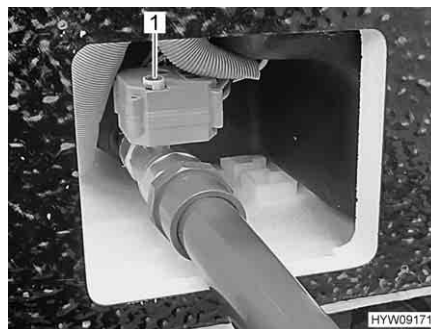

Fig. 108 Manovella (rubinetto di scolo delle acque grigie)
- Per aprire il rubinetto di scolo delle acque grigie sollevare la manovella (Fig. 108,1) e ruotarla in senso antiorario fino a battuta. La direzione di rotazione (O per apertura, S per chiusura) è indicata sulla manovella.
- Per chiudere il rubinetto di scolo delle acque grigie sollevare la manovella (Fig. 108,1) e ruotarla in senso orario fino a battuta.